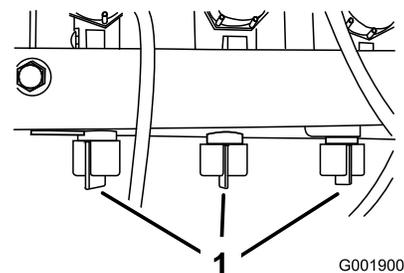

Figura 42
12. Ajuste la válvula de retorno del brazo que cerró (Figura 42), situada debajo de la válvula de control de ese brazo, hasta que la presión marcada en el indicador sea la misma que en el paso 9.